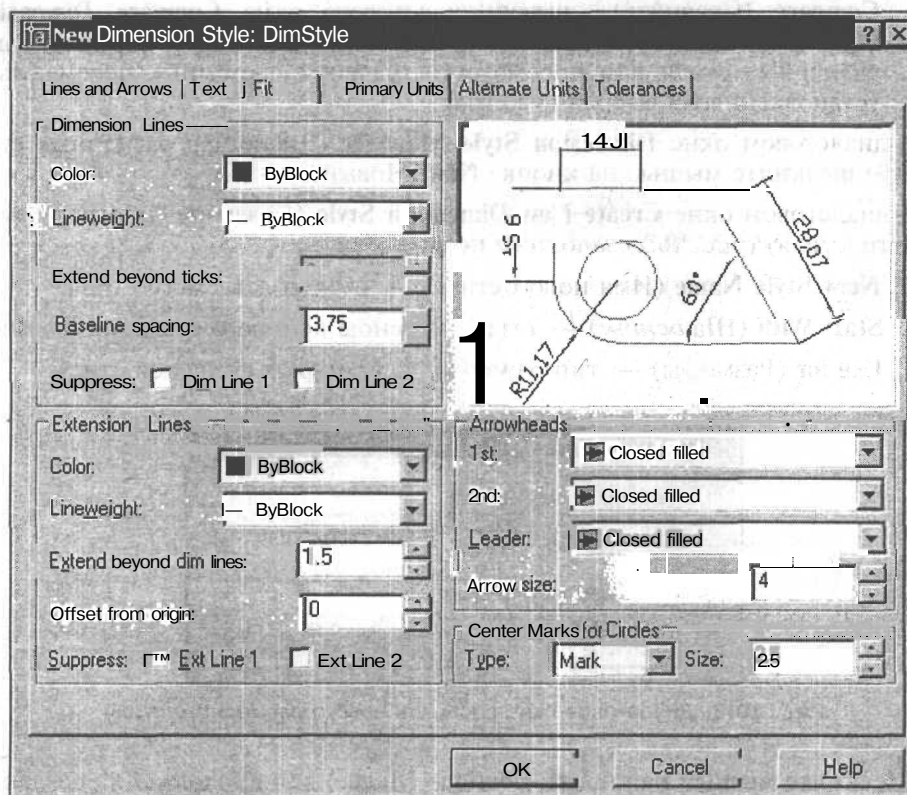

Рис. 10.3. Диалоговое окно **New Dimension Style**
4. Щелкните мышью на кнопке **Continue** (Далее) для продолжения создания нового размерного стиля. Появится диалоговое окно **New Dimension Style** (Создание нового размерного стиля), имеющее шесть вкладок (рис. 10.3). Задайте на вкладках свойства нового стиля:
Геометрические свойства размерного стиля устанавливаются на вкладке **Lines and Arrows** (Линии и стрелки) (см. рис. 10.3) диалоговых окон **New Dimension Style** (Новый размерный стиль) и **Modify Dimension Style** (Изменение размерного стиля), которые идентичны, но имеют разные заголовки. Первое окно используется при создании нового размерного стиля, а второе — при изменении некоторых свойств уже имеющегося в чертеже стиля.
Чтобы установить свойства размерных и выносных линий, стрелок и маркеров центра на вкладке **Lines and Arrows** (Линии и стрелки) (см. рис. 10.3) диалогового окна **New Dimension Style** (Новый размерный стиль), выполните следующие действия.